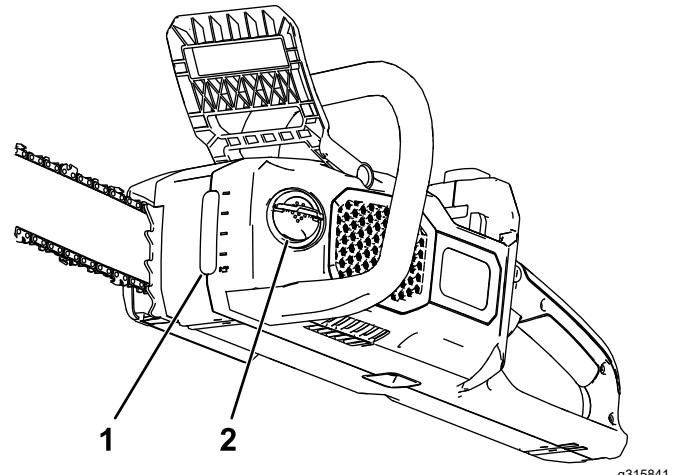

Figura 24
2. Controllate il livello dell'olio attraverso la finestrella. Se l'olio non riempie la finestrella, aggiungete olio per la barra e la catena secondo necessità (Figura 24).
4. Pulite la zona intorno al tappo di riempimento dell'olio (Figura 24).
5. Dispiegate la linguetta del dado a farfalla sulla linguetta del tappo dell'olio, rimuovete il tappo e versate l'olio per la barra e la catena nella motosega fino a quando l'olio non riempie il serbatoio (Figura 24).